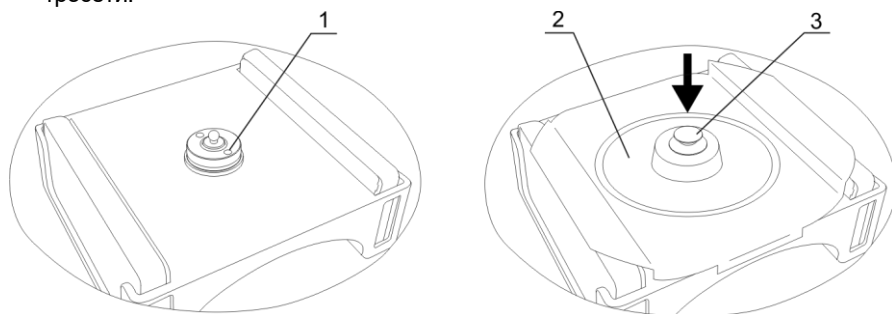

Рисунок 1. Установка и замена ротора
- Открутите крепежным ключом, поставляемым производителем в комплекте, гайку фиксации ротора (рис. 1/1), повернув ее против часовой стрелки.
- Установите ротор и зафиксируйте его, закрепив ротор на оси прибора гайкой фиксации, отверстиями под ключ вверх, до упора с помощью крепежного ключа (рис. 1/1).
- Установите крышку-фиксатор ротора (рис. 1/2), нажав на защелку (рис. 1/3) до щелчка.